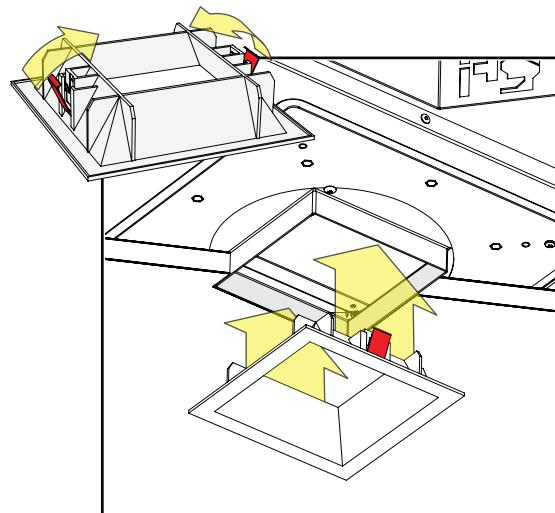

fig. 13
3. Comprima los resortes y empújelos hacia la abertura de la luz descendente hasta que la moldura quede a ras con el cielorraso. Asegúrese de que los resortes estén adecuadamente comprimidos y que pasen al interior del collar, no alrededor del mismo (consulte la fig. 13).